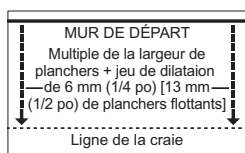

Figure 6
- Nettoyer les matériaux de revêtement selon les besoins (Figure 6) afin de créer une bonne surface adhérente. En cas de présence d'un produit d'entretien ou d'une cire sur le revêtement, l'éliminer à l'aide d'un tampon approprié et d'un décapant du commerce, puis rincer à fond. Bien laisser sécher. (REMARQUE : Ne pas poncer les produits de revêtement souples; ils peuvent contenir des fibres d'amiante qui peuvent être dangereuses.)
- À au moins deux endroits à 46 cm (18 po) du coin, mesurer une distance égale du mur de départ (Figure 6) et tracer une ligne droite à la craie. La mesure doit être un multiple de la largeur des planches, auquel on ajoute 9,5 mm (3/8 po) pour obtenir un jeu de dilatation de 6 mm (1/4 po) et la largeur de la languette. Prévoir un jeu de 13 mm (1/2 po) pour les planchers flottants. Passer à l'étape 3 : collage ou flottante.